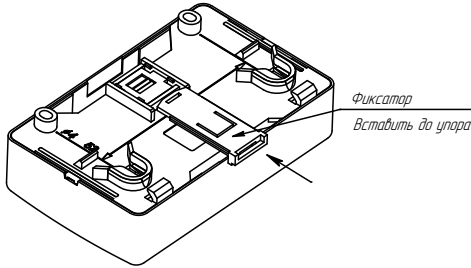

Рисунок 8
- в) при установке на DIN-рейку (рисунок 8):